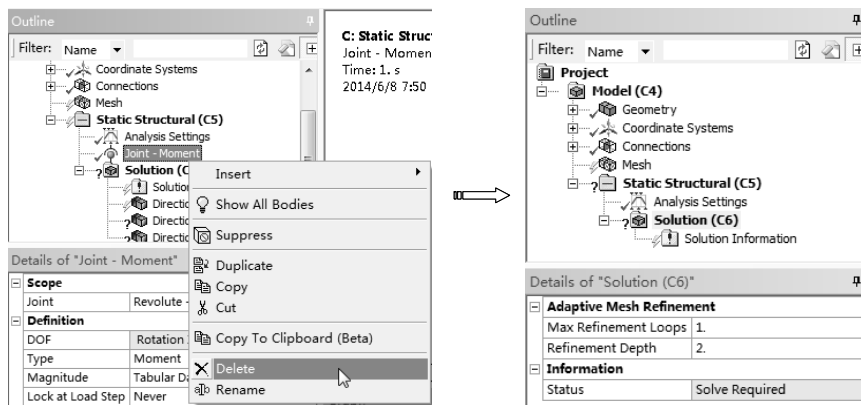

图 10-64 删除关节载荷和刚体分析结果
3) 在【Outline (分析树)】中选择【Static Structural (C5)】节点下的【Joint-Moment】项, 单击鼠标右键, 在弹出的快捷菜单中选择【Delete】命令, 删除关节载荷, 同理删除刚体分析的结果项, 如图 10-64 所示。